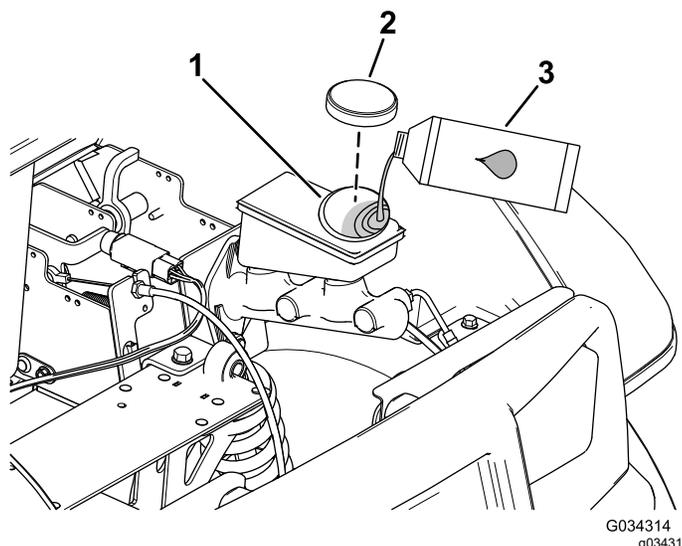

Рисунок 65
4. Поднимите капот, чтобы получить доступ к главному тормозному цилиндру и бачку (Рисунок 65).
- А. Очистите область вокруг крышки бачка и снимите крышку (Рисунок 65).
- С. Установите на место крышку бака (Рисунок 65).